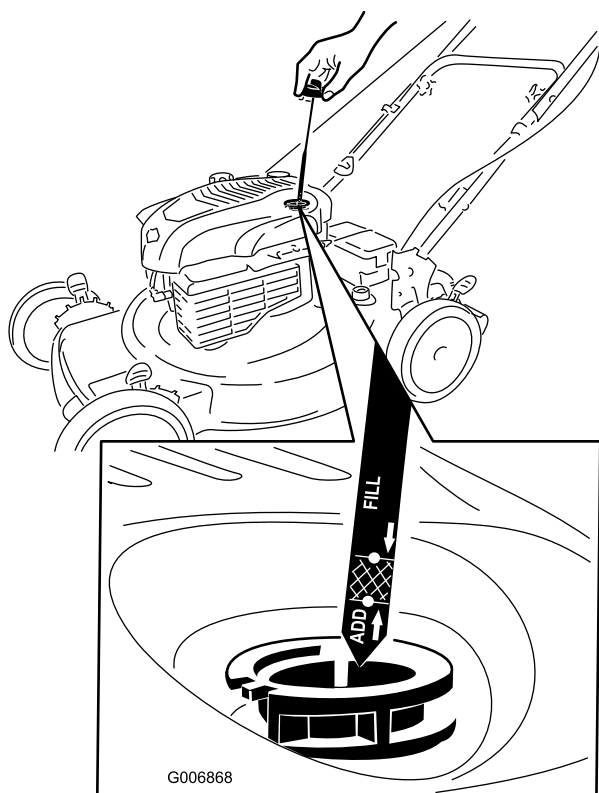

Рисунок 12
1. Выньте щуп для измерения уровня, вытрите его, и затем вставьте на полную глубину (Рисунок 12).
2. Выньте щуп и проверьте уровень масла (Рисунок 12). Если уровень масла ниже отметки **Add (ДОЛИТЬ)** на масломерном щупе, **медленно** заливайте масло в маслозаливной патрубок, чтобы поднять уровень масла до метки **Full (ЗАПОЛНЕНО)** на масломерном щупе. **Не допускайте переполнения картера.** Макс. объем масла: 0,59 л, тип: автомобильное моющее масло (SAE 30), имеющее классификацию API: SF, SG, SH, SJ, SL и выше.